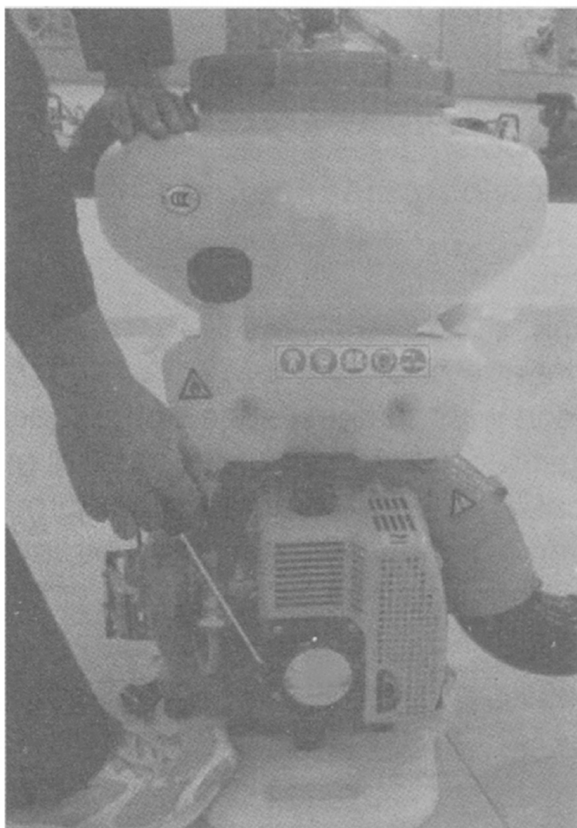

Figura 14
(4) Prevenção de Incêndios
(5) Iniciando o motor (Figura 14)